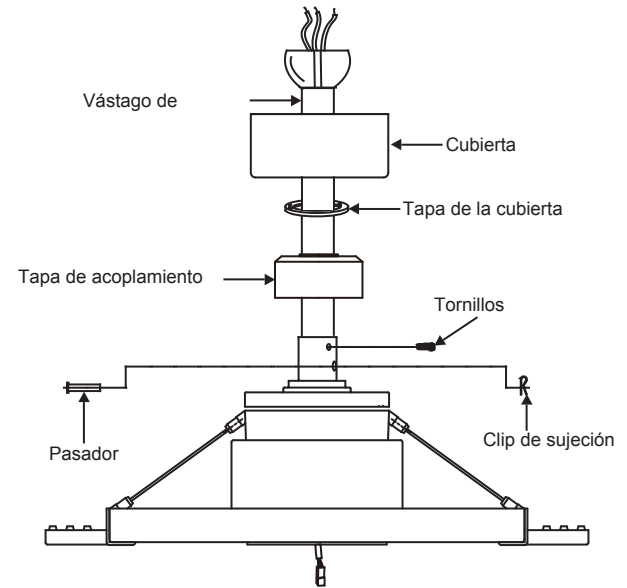

Fig. 10
Paso 8. Deslice la tapa de acoplamiento, asegure el anillo, la tapa de la cubierta y la cubierta sobre el vástago de extensión. (Fig. 10)